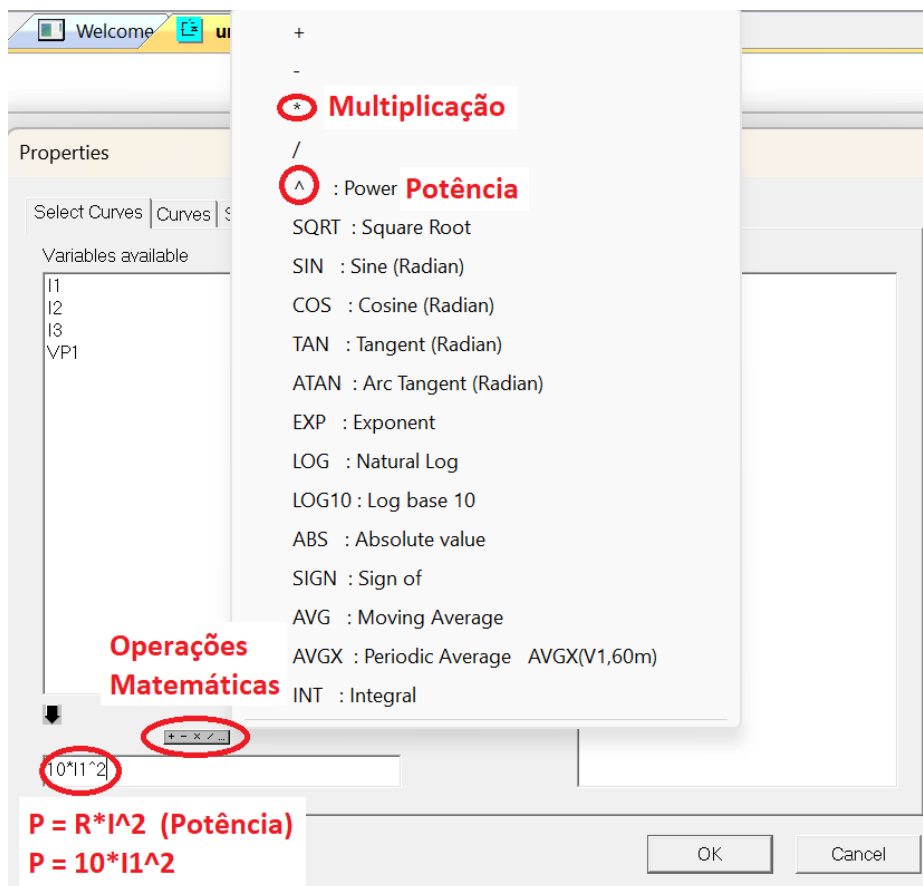
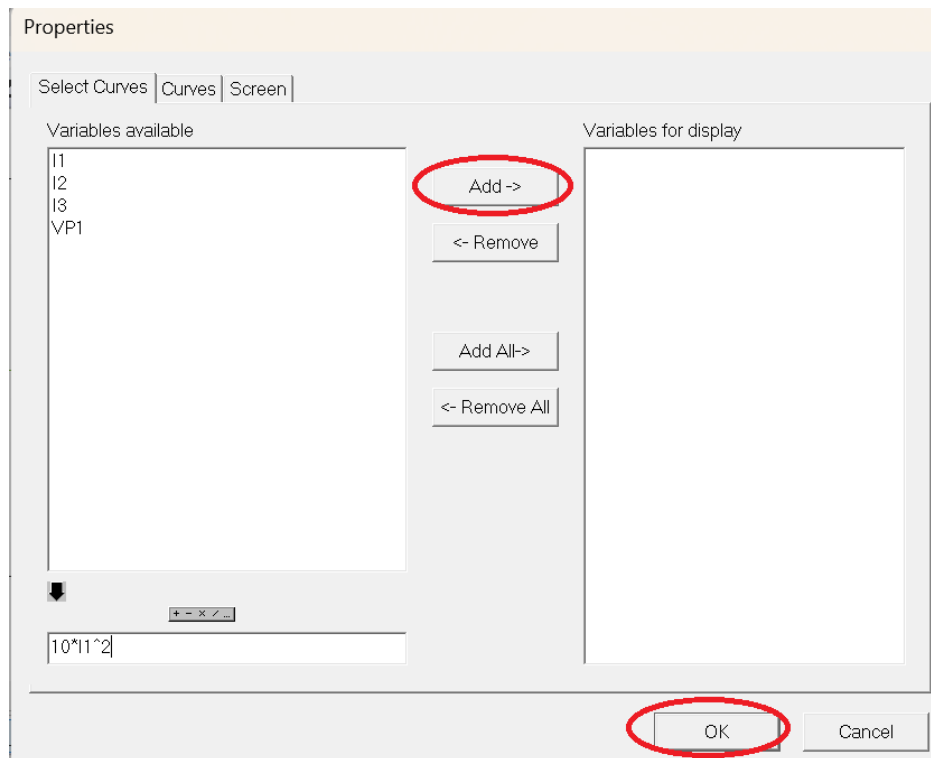

Figura 22 – Cálculo da potência
Figura 23 – Construção do gráfico da potência
Na Figura 22, optamos por utilizar a fórmula (1). Podemos fazer operações matemáticas e adicionar o gráfico após o cálculo. No presente caso temos uma resistência de  $10\Omega$  e a corrente “**I1**” é elevada ao quadrado. Na Figura 23, após finalizar a fórmula da potência clicamos em “**Add**” e “**OK**” para verificar o gráfico.